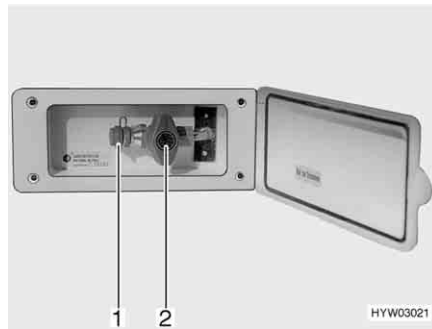

Fig. 109 Toma exterior de gas, válvula de paso de gas cerrada
La toma externa de gas (Fig. 109) está, en función del modelo, en la parte trasera o en el lado izquierdo o derecho del vehículo.
- Conectar el aparato de gas externo en el punto de conexión (Fig. 109,1).
- Abrir la válvula de paso de gas (Fig. 109,2).